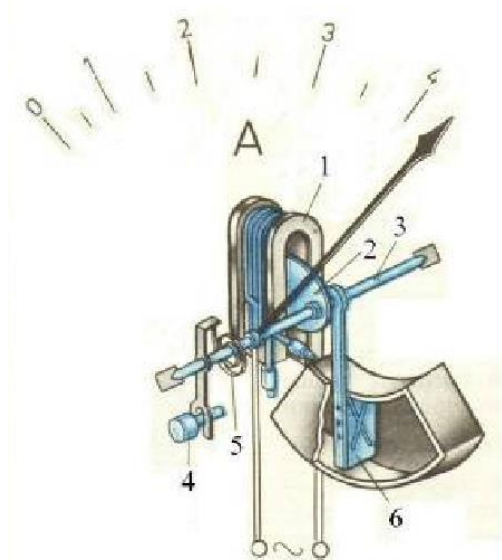

Рисунок 2. Устройство прибора электромагнитной системы: электромагнитной системы:
**Электромагнитная система** – рисунок 2.